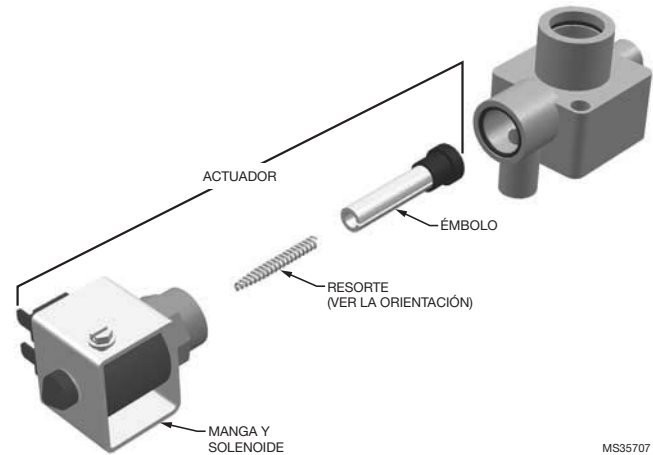

Fig. 25. Ensamble del actuador de la válvula de desagüe.
7. Vuelva a armar el actuador y asegúrese de orientar el extremo cerrado del resorte tal como se muestra en la Fig. 25. Ajuste la tuerca de latón 1/4 después de apretarla con la mano.